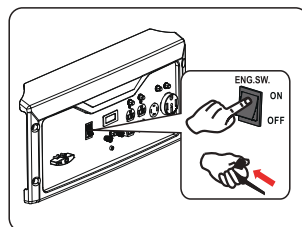

Fig 12
- Empuje el interruptor ON / OFF a la posición "ON". Jale el mango de retroceso (cable de arranque) lentamente hasta sentir resistencia, regrese y luego jale rápidamente. (fig 12)